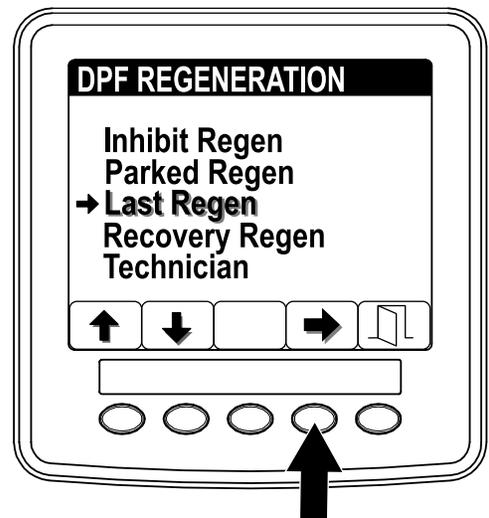

Figure 34
2. Appuyez sur le bouton 4 pour sélectionner l'option Last Regen (Figure 34).
1. Ouvrez le menu DPF Regeneration, appuyez sur le bouton 1 ou 2 et naviguez jusqu'à l'option LAST REGEN (dernière régénération) (Figure 34).